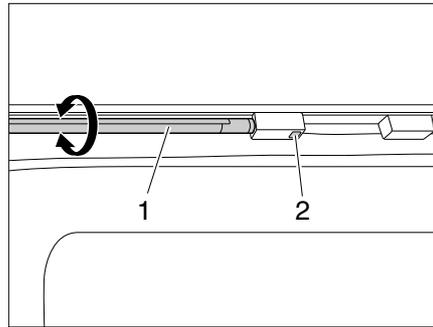

Bild 38 LED-Lichtleisten
- LED-Lichtleiste (Bild 38,1) einzeln am Schalter (Bild 38,2) ein-/ ausschalten.
- LED-Lichtleiste (Bild 38,1) am Leuchtkörper fassen und drehen.